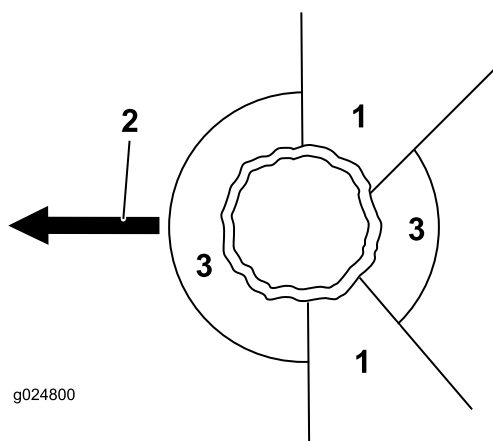

Figure 15
- Prévoyez une voie de repli dégagée et sûre à partir de la zone dangereuse ; voir Figure 15.